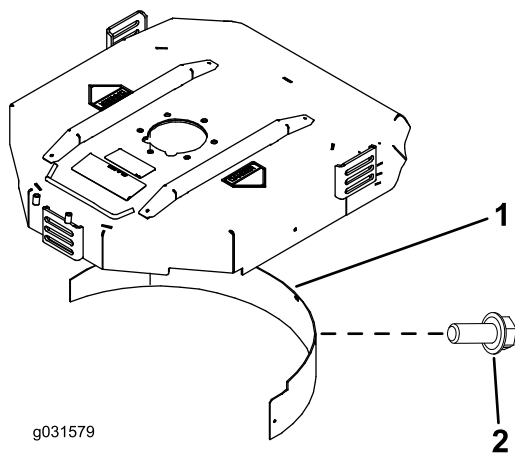

Figura 11
2. Instale el deflector de mulching en la abertura trasera y sujételo con 5 pernos con arandela prensada (Figura 11).